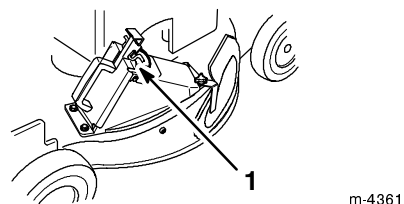

Figure 54
6. Relâchez le verrou du volet pour qu'il vienne s'accrocher sur les languettes de l'obturateur (Fig. 54).